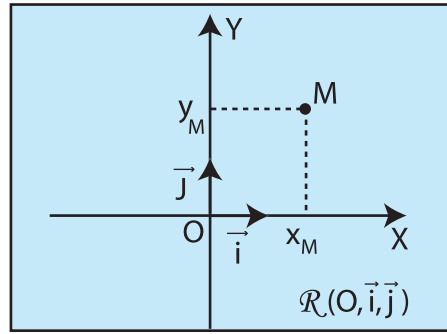

Fig.4
- soit par ses coordonnées (x, y) dans un repère $\mathcal{R} (O, \vec{i}, \vec{j})$, le support de la trajectoire appartenant au plan du repère choisi (Fig.4).